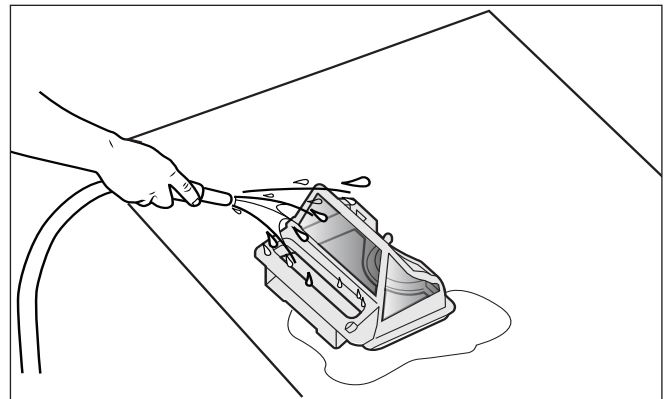

Figure 13. Nettoyer le panier filtrant
- Videz tous les débris du panier filtrant, puis rincez le panier, le support et le robot nettoyeur à l'aide d'un tuyau, (Figure 13).